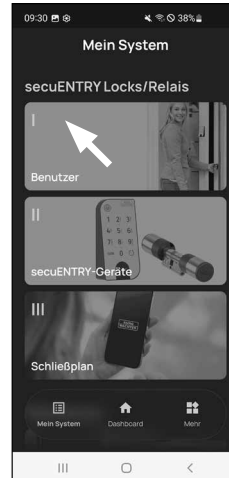

Abb. 2
- 2 Tippen Sie auf den ersten Menüpunkt „I - Benutzer“ (Abb. 2).
- 3 Sie sehen eine Auflistung der bereits angelegten Benutzer. Tippen Sie den Benutzer an, für den Sie den sE-Key einrichten möchten (Abb. 2).